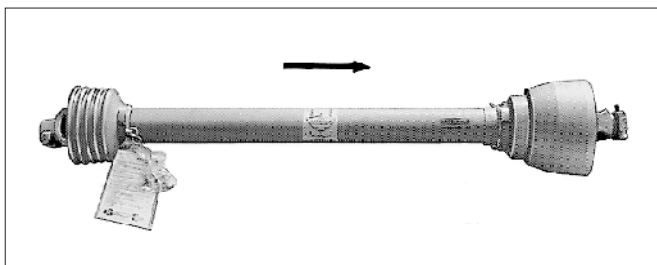

Рис. 4.12
1. **Широкоугольный карданный вал марки WWE 2300-SD15-1010 (рис. 4.12),** для всех разбрасывателей ZG-B, кроме ZG-B 5001.